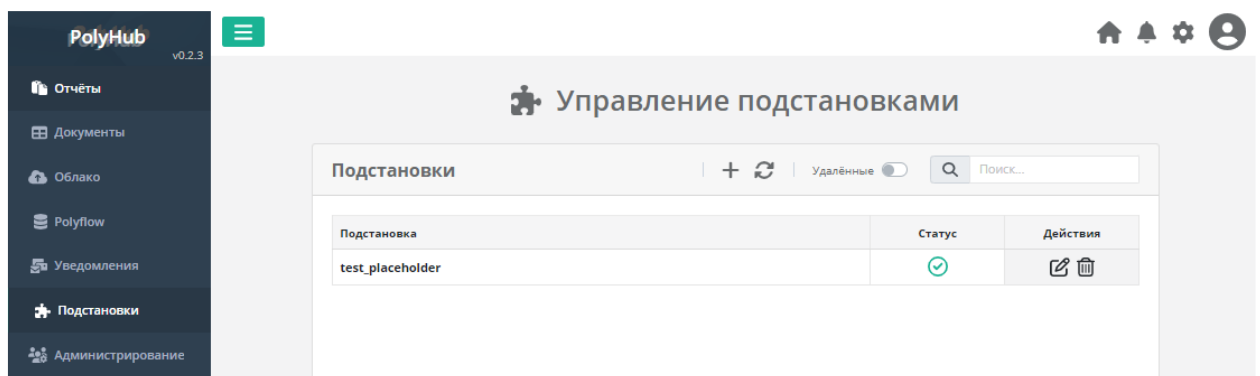

Рисунок 103. Созданная подстановка в списке подстановок
3) Сохранить подстановку, нажав кнопку «Создать». Добавленная подстановка появится в общем списке (Рисунок 103):